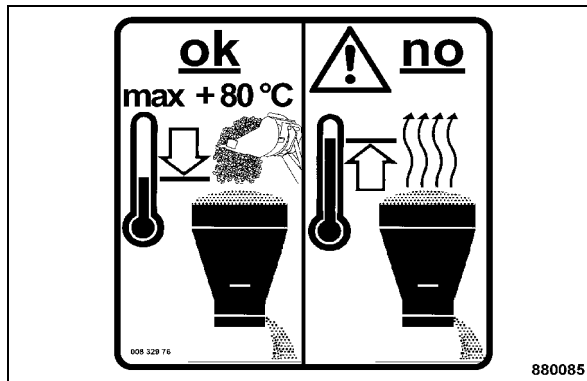

Fig. 95
- Remplir la trémie avec maxi. 200 litre de gravier (Fig. 95) (Poids spécifique du gravier 1,5 t/m³).